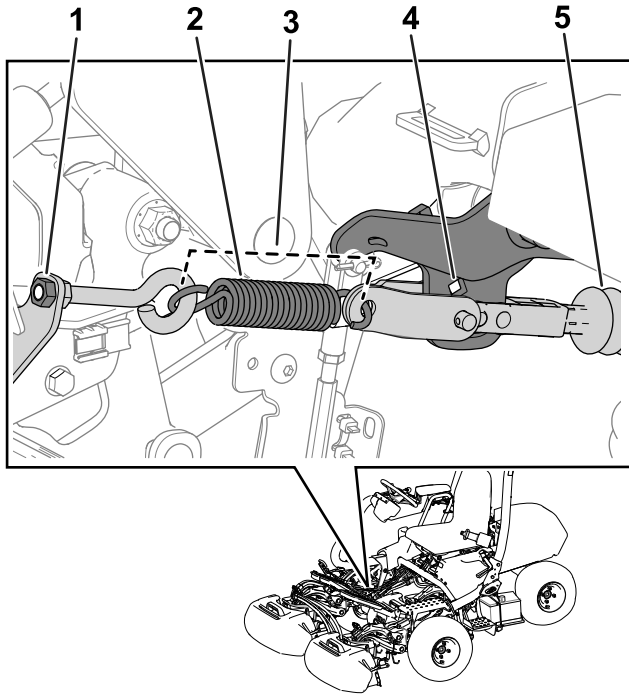

Figura 30
Nota: Per questa procedura fate riferimento a Figura 30.
5. Rilasciate la tensione della molla allentando il dado che fissa il bullone a occhiello alla staffa della molla (Figura 30).
3. Montate la molla come illustrato nella Figura 30.
4. Serrate il dado del golfare in modo tale che la lunghezza della molla sia di 11,4 cm quando montata (Figura 30).